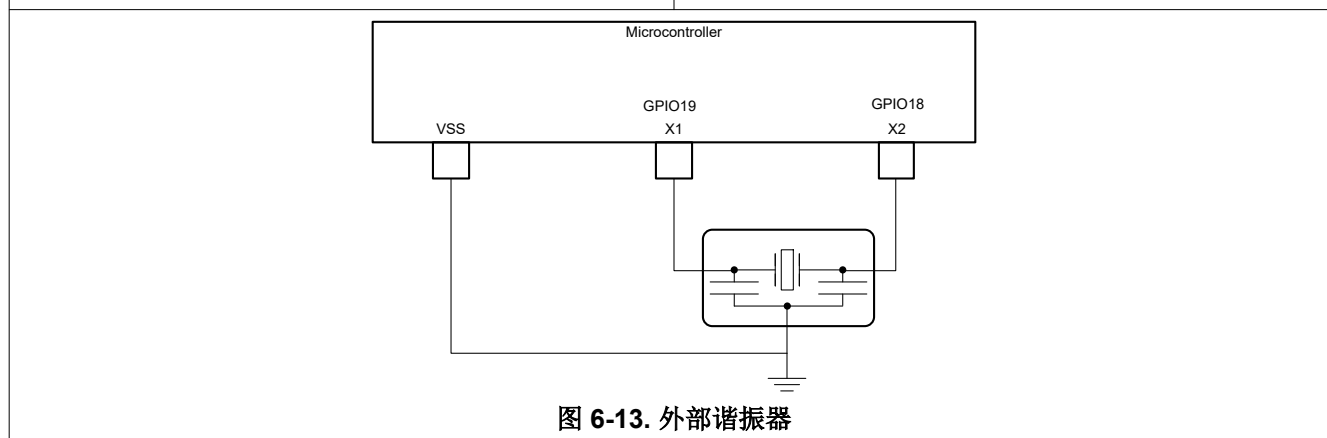

图 6-13. 外部谐振器
- 外部谐振器。如图 6-13 所示，谐振器应连接在 X1 和 X2 之间，且其接地端连接至 VSS。